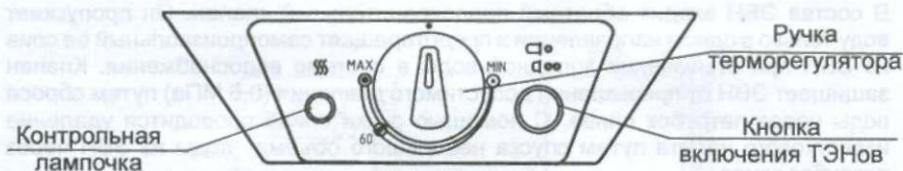

Рисунок 1 - Панель управления ЭВН моделей W80VH1, W100VH1
- По желанию потребитель может изменить температуру нагрева воды, для этого необходимо ручкой терморегулятора установить желаемую температуру нагрева воды. Поворотом ручки терморегулятора по часовой стрелке увеличивают температуру нагрева воды, против часовой стрелки - уменьшают. Для ориентации на шкале обозначено положение ручки терморегулятора, соответствующее нагреву воды примерно до 60 °C (см. рисунок 1).